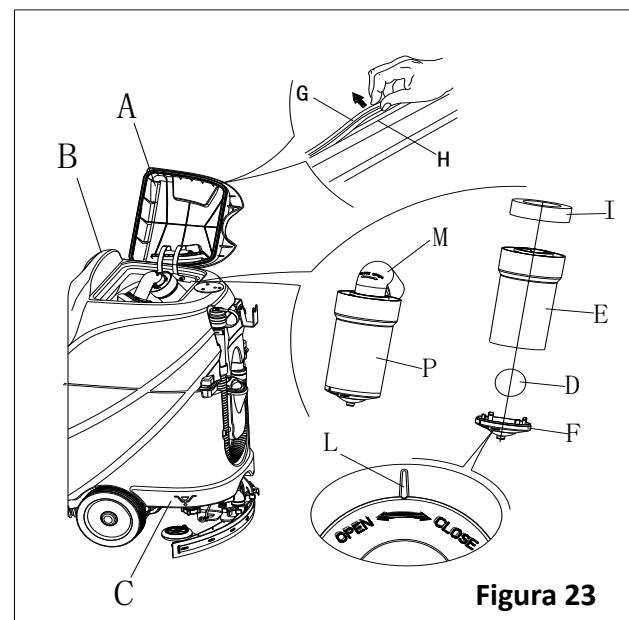

Figura 23
- Asegúrese que la máquina está apagada y la llave de ignición (40) ha sido retirada.
- Gire la tapa del tanque de recuperación (A, Figura 23) a la posición de 90 grados, donde se puede despegar del tanque, y luego desmonte el filtro de flotador de bola (P) del tanque.
- Limpie la tapa del tanque de recuperación (A), tanque de recuperación (B), el tanque de agua limpia (C) y el marco de soporte de filtro del flotador (E). Vacíe el tanque de recuperación usando la manguera de vaciado (15).
- Si es necesario, siga los símbolos "ABIERTO" y "CERRADO", como se muestra en la Figura 23 para abrir la tapa inferior (F) del filtro del flotador de bola y luego limpiar la bola del flotador (D), el marco de soporte del filtro (E) y la esponja de filtro (I). Después de la limpieza, fijar la bola del flotador (D) en el marco de soporte del filtro (E) y luego alinee la ranura de marca (L) de la tapa inferior (F) del filtro del flotador con la ranura de marca (L) del marco de soporte del filtro del flotador (E). Enrosque la tapa inferior del filtro flotador de bola apretándola bien, y fijar la esponja del filtro (I) en el marco de soporte del filtro del flotador (E). Por último, conecte la manguera de aspiración de agua sucia (M).
- Compruebe si la superficie de contacto de la tira de sellado (G) de sellado es íntegra y el sellado es suficiente. Si es necesario, saque la tira de sellado del tanque a través de la ranura (H) y reemplácela. Aplique una nueva tira de sellado como se muestra en la Figura 23, la junta debe estar de vuelta en la zona media.
- Cierre la tapa del tanque de recuperación (A).